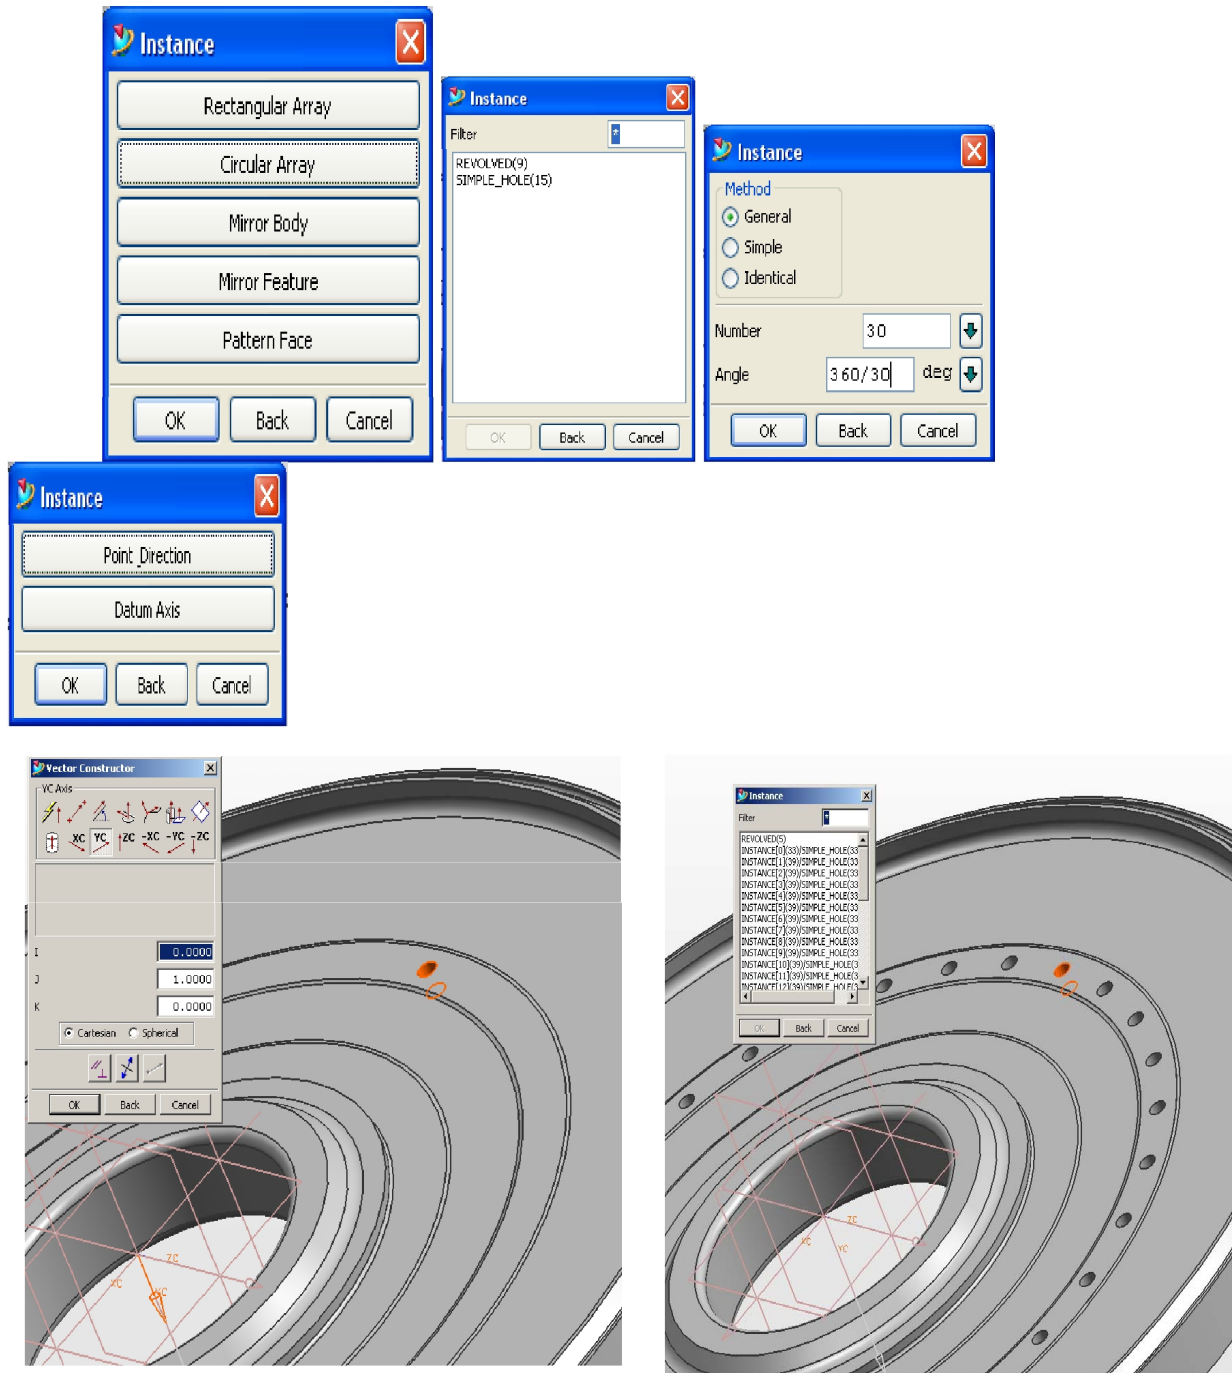

Рис. 38. Создание массива отверстий
8. Создайте массив из 30 отверстий диаметром 10.1 мм в диске: **Insert** → **Associative Copy** → **Instance...** Выберите **Circular Array** → **SIMPLE_HOLE**, **OK**. Задайте количество отверстий – 30 и угловой шаг отверстий – 360/30 градусов. Выберите **Point_Direction** и **YC**, нажмите **OK, OK, OK**. Будет создан массив отверстий (Рис. 38).